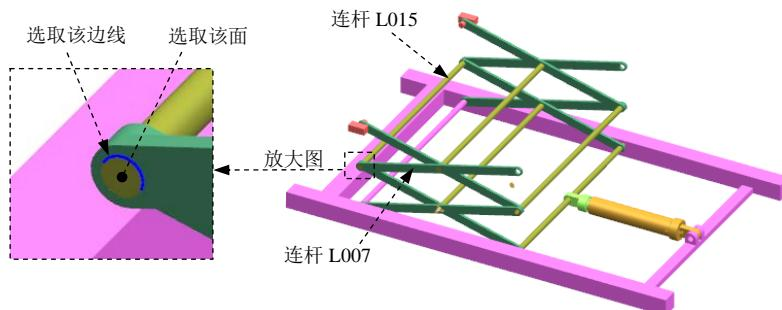

图 10.5.17 定义旋转副(七)
(1) 选择连杆。选取图 10.5.17 所示的连杆 L007。
(2) 定义原点及矢量。在“运动副”对话框**操作**区域的**指定原点**下拉列表中选取“圆弧中心”**◎**选项，在模型中选取图 10.5.17 所示的圆弧为定位原点参照；选取图 10.5.17 所示
(3) 添加啮合连杆。在“运动副”对话框的基本区域中选中 喷合连杆复选框，单击选择连杆(0)，选取图 10.5.17 所示的连杆 L015。
(4) 定义啮合连杆原点及矢量。在“运动副”对话框基本区域的 指定原点下拉列表中选取“圆弧中心” 选项，在模型中选取图 10.5.17 所示的圆弧为定位原点参照；选取图 10.5.17 所示的面作为矢量参考面。
(5) 单击应用按钮，完成第九个运动副的添加。